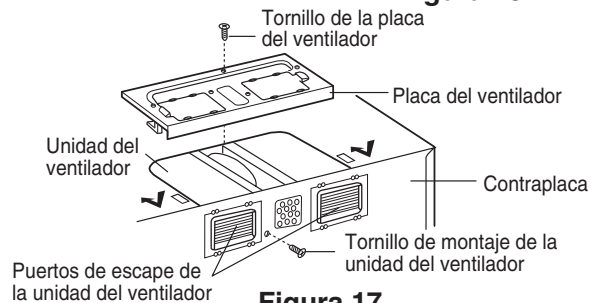

Figura 17
7. Vuelva a fijar la placa del ventilador en el gabinete, de modo que los puertos de escape y la abertura de la placa del ventilador queden alineados. Fije con un tornillo de montaje de la unidad del ventilador y luego con uno o dos tornillos de la placa del ventilador. Consulte la Figura 17.